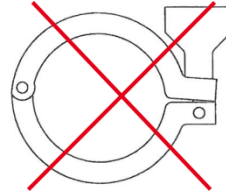

Abb. 2
- ⇒ Klemme mit verbogenen Schenkeln darf nicht montiert werden (Abb. 2).